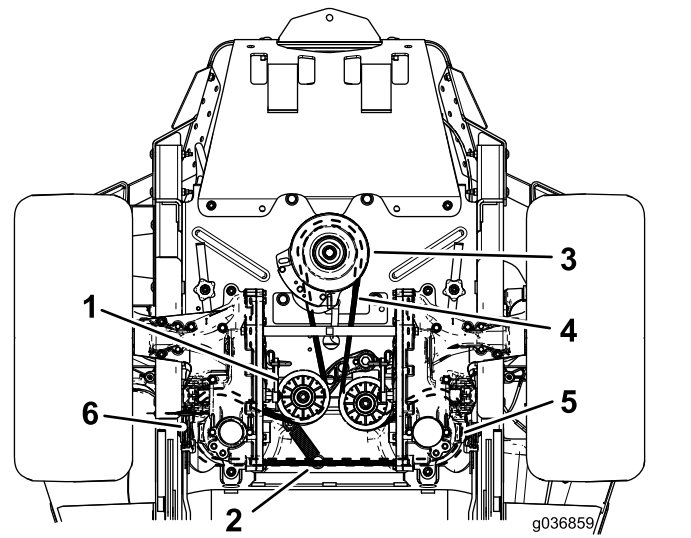

Figure 102
4. Soulevez la machine sur des chandelles (Figure 102).
6. Décrochez le ressort de la poulie de tension du tenon (Figure 102).
8. Placez une courroie neuve sur la poulie du moteur et les 2 poulies de la pompe hydraulique (Figure 102).